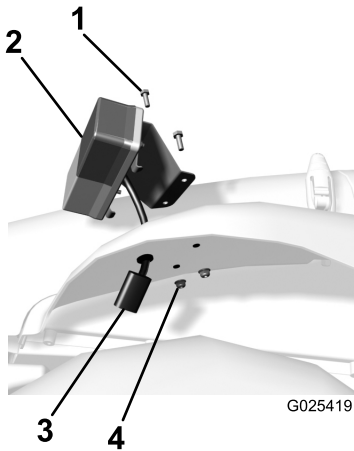

Figure 6
- 1. Montez le clignotant gauche sur l'aile gauche dans les trous percés précédemment (Figure 6).